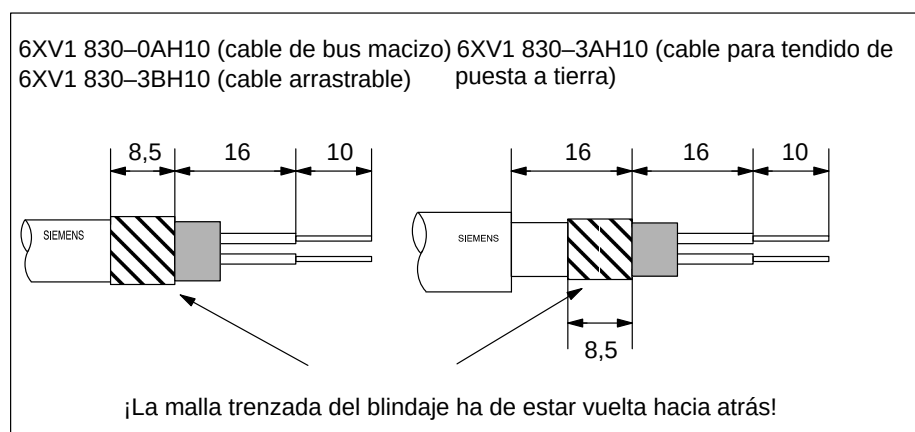

Figura 4-10 Longitud de pelados para la conexión al terminador PROFIBUS
2. Pele el cable de bus PROFIBUS conforme con la figura 4-10.